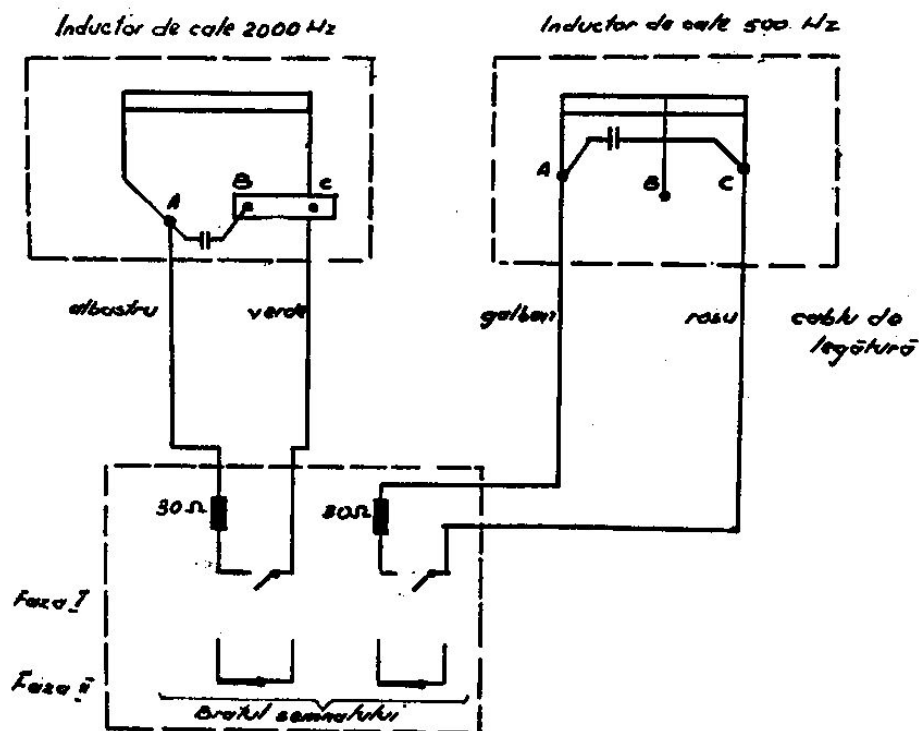
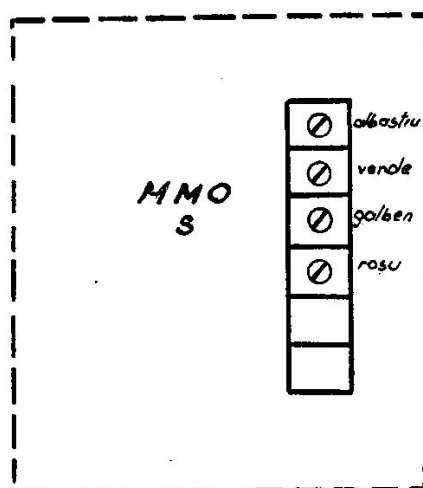

Fig. 43 Schema electrică și conectarea la semaforul de trecere cu un braț echipat cu inductoare de cale de 2000 Hz și de 500 Hz
Fig. 44 Executarea conexiunilor în contactor
h) *Semaforul de trecere cu un braț echipat cu inductoare de cale de 2 000 Hz și de 500 Hz* (fig. 43 și fig. 44).